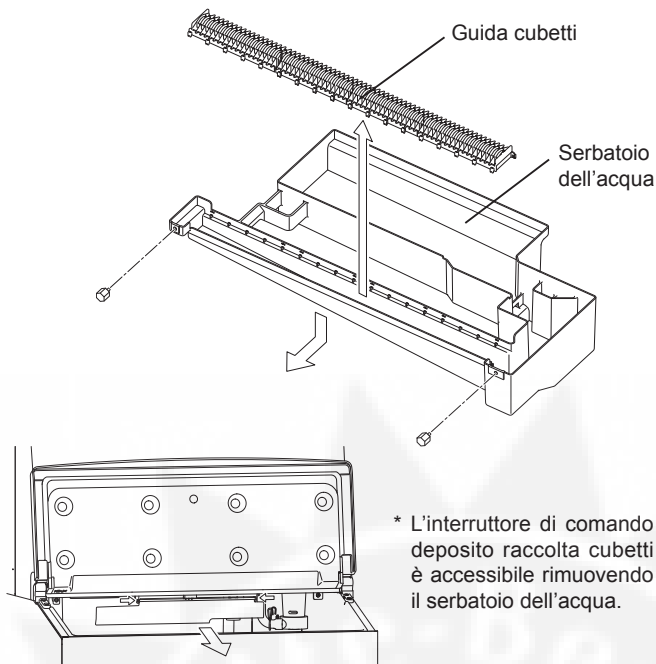

Fig. 7
- 15) Tirare la guida cubetti (la quantità varia in base al modello) verso l'alto per rimuoverla dal serbatoio dell'acqua. Essi sono agganciati in posizione. Vedere Fig. 7.